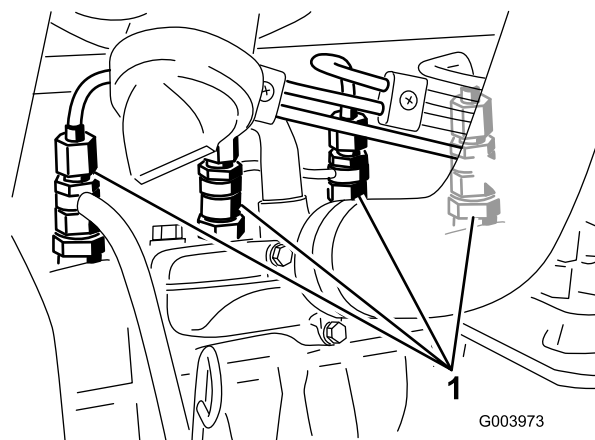

Figura 44
1. Afloje la conexión entre el tubo y el conjunto de boquilla y soporte N° 1 (Figura 44).